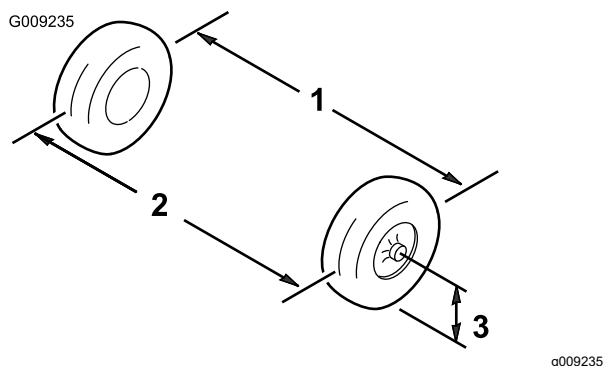

Figura 56
1. Misurate la distanza tra i pneumatici anteriori all'altezza dell'assale, davanti e dietro le ruote (Figura 56).